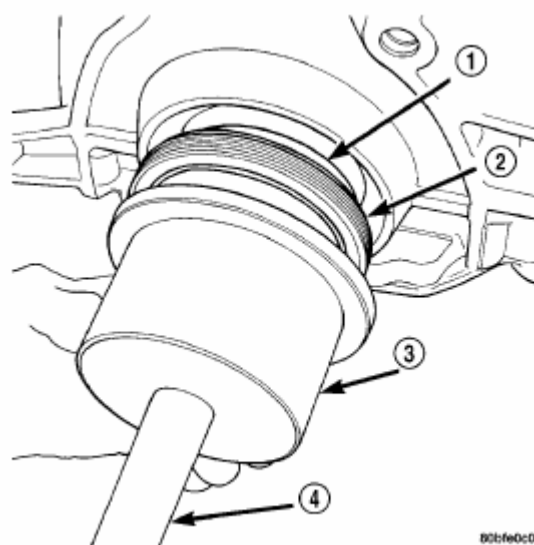
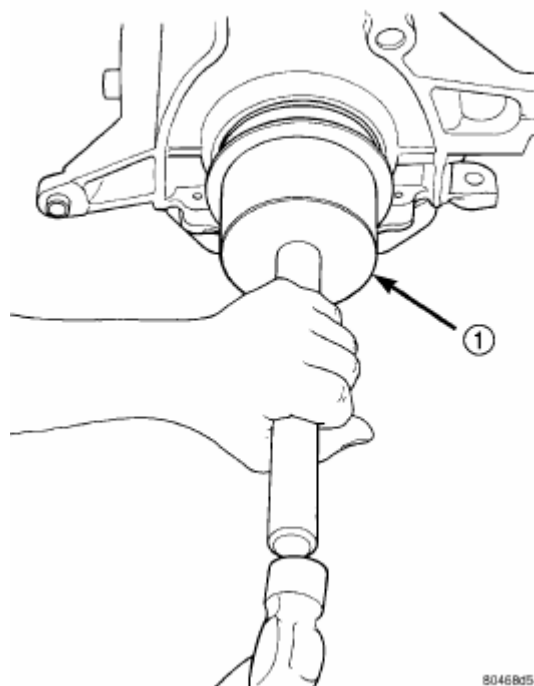

Рис. 59. Уплотнение коленвала и спец.приспособления 6926-2 и С-4171.
Рис. 60. Заднее уплотнение коленчатого вала – Установка.
- (4) Завести уплотнение в блок при помощи спец.приспособления 6926-2 и ручки С-4171 (Рис.59) так, чтобы уплотнение уперлось в блок (Рис.60).